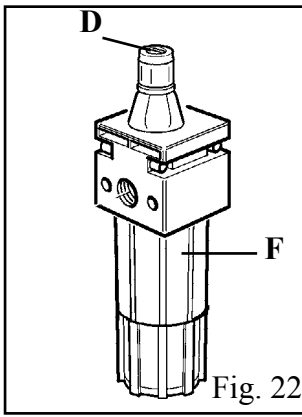

Fig. 22
- Controllare il livello olio nella tazza del lubrificatore. Eventualmente rabboccare svitando la tazza F. Utilizzare solamente olio per impianti pneumatici di classe **ISO HG** con viscosità **ISO VG 32** come ad esempio: ESSO Febis K32; MOBIL Vacouline Oil 1405; KLUBER Airpress 32). (fig. 22)
- Controllare che ogni 3 - 4 pressioni sul pedale U cada una goccia di olio nella tazza F. In caso contrario regolare l'apposita vite D (fig. 22)
- *Check the oil level in the lubricator tank. If necessary, fill up by unscrewing the reservoir F. Only use ISO VG viscosity ISOHG class oil for compressed air circuit (such as ESSO Febis K32; Mobil Vacouline Oil 1045; KLUBER Airpress 32). (Fig. 22)*
- *Check that a drop of oil is injected into the reservoir F every 3-4 times the pedal U is pressed down. If not, regulate using the screw D (Fig. 22).*
Rajouter en utilisant de l'huile pour installation pneumatiques de classe ISO HG à viscosité ISO VG 32 (par exemple: ESSO Febis K32; Mobil Vacouline Oil 1405; Klüber Airpress 32) Fig. 22
- qu'une goutte d'huile tombe dans le réservoir F toutes les 3-4 manœuvres de la pédale U. Si nécessaire, régler par la vis D (fig. 22).
-Ölstand im Schmiergefäß überprüfen. Erforderlichenfalls, Gefäß F abschrauben und mit neuem Öl auffüllen, dessen Qualität folgender Daten entsprechen soll: Klasse ISO HG, Viskosität ISO VG 32. Einige Beispiele: ESSO Febis K32; MOBIL Vacouline Oil 1405; KLU-BER Airpress 32. (Abb. 22).
-Überprüfen, ob nach jeweils 3 - 4 Pedaldrücken (U) ein Tropfen Öl ins Gefäß F fällt. Ist dies nicht der Fall, Schraube D regulieren (Abb. 22).